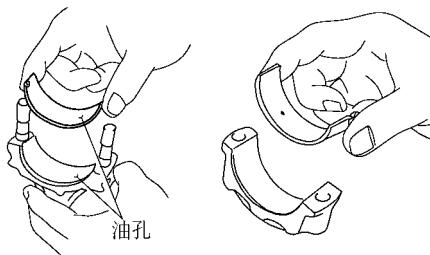

图 1-138 安装连杆轴瓦
6) 安装连杆轴瓦。将轴瓦装入连杆大端和连杆轴承盖，并用机油润滑轴瓦的表面，如图 1-138 所示。